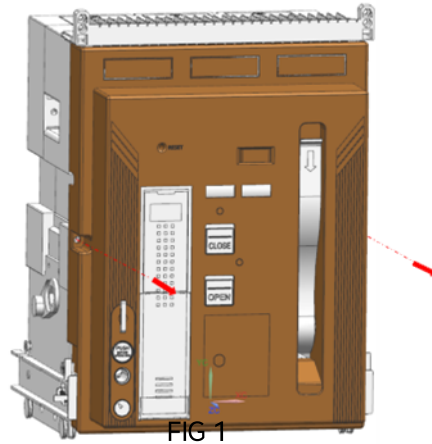

FIG 1
1. Front Cover가 제품에 부착된 상태라면 Front Cover를 제품에서 분리 하십시오. [FIG 1]
1. Remove the Front Cover. [FIG 1]